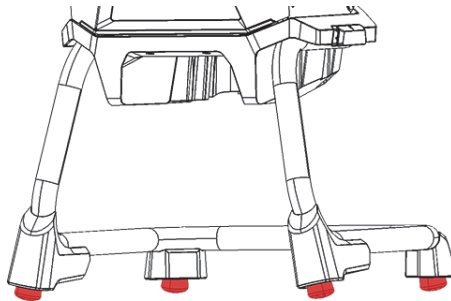

図 B-9 ワークステーションの水平調整脚
5. 必要に応じて、水平調整脚を使用してワークステーションを安定させます（120ページの図 B-9 参照）。